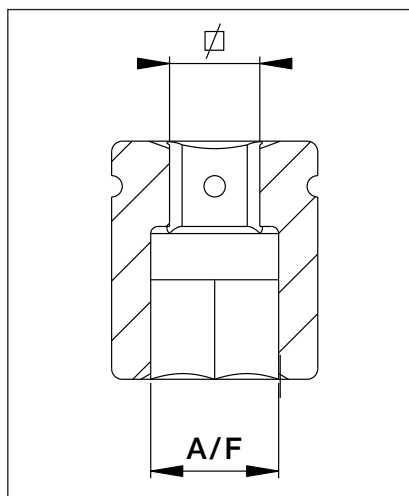

Fig. 33
6.7 Mål, BSH-serien sekskantpiper (Fig.33)
6.7 Mål, BSH-serien sekskantpiper (Fig.33 – fortsetter)